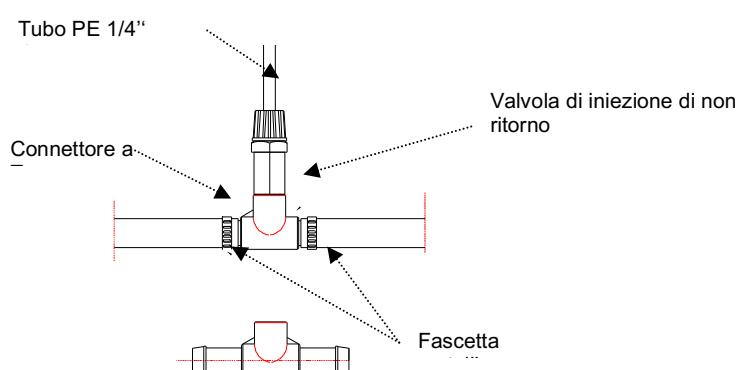

Figura 5
- Installare la valvola di non ritorno tra l'elettrovalvola di risciacquo ed il boiler utilizzando l'apposita predisposizione sul boiler o il raccordo a T da richiedere a parte. (Figura 5)